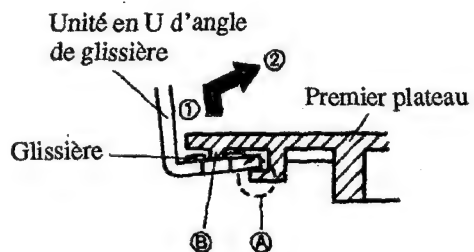

Figure 10
3. Déplacer le premier plateau dans le sens de la flèche, illustrée sur la Figure 10, et tout en enlevant la partie saillante du plateau, déposer la section A où le premier plateau et l'unité en U d'angle de glissière s'emboîtent.